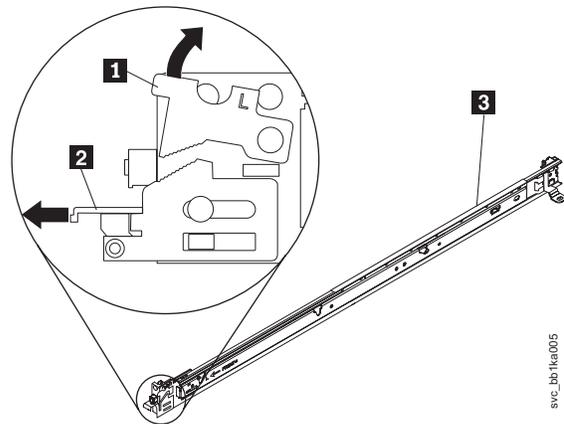

図 52. ラックへの SAN ボリューム・コントローラー 2145-CF8 スライド・レールの取り付け
- a. 図 52 に示すように、R (右) または L (左) のいずれかのマークが付いているスライド・レールの 1 つを選択します。